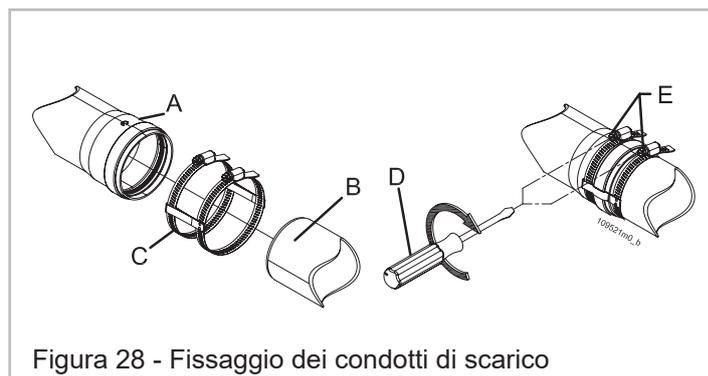

Figura 28 - Fissaggio dei condotti di scarico
**ATTENZIONE!!! Assicurate meccanicamente gli incastri fra i vari elementi componenti il condotto di scarico e di aspirazione mediante l'utilizzo di sistemi di fissaggio o sistemi equivalenti (Figura 28).**